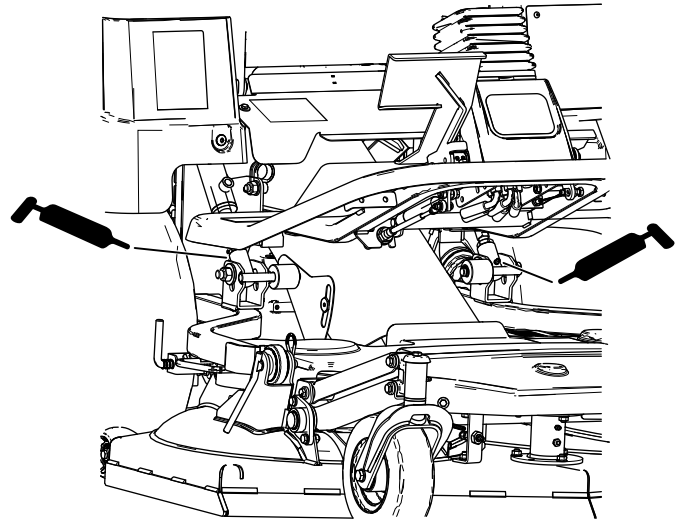

Figura 39
- Puntos de pivote del brazo de elevación de la unidad de corte (Figura 39)